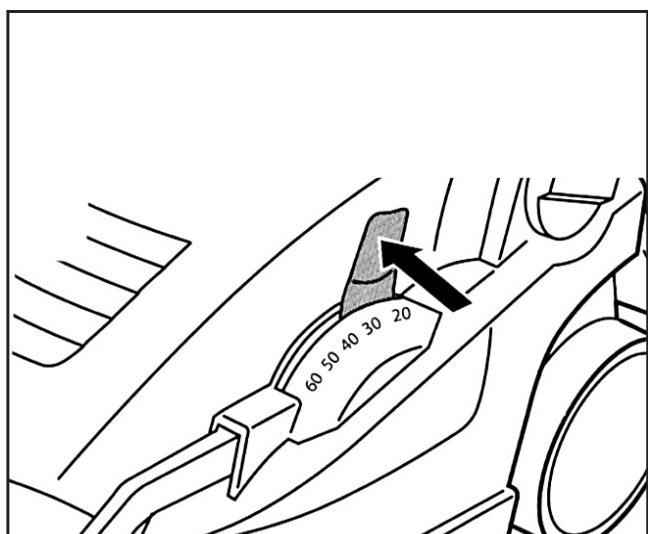

Fig. 11
- Repoussez le levier vers l'intérieur (Fig. 11).
- Empuje la palanca hacia el interior (fig. 11).
- Repor a alavanca para o interior (fig.11).